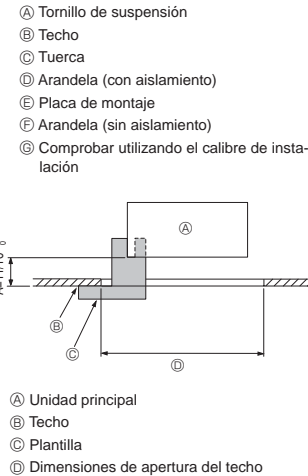

Fig. 2-6
- Asegúrese de que el paso A se realiza en 17-22 mm, 11/16-7/8 pulgada. Si no se respeta este margen, podrían producirse graves daños. (Fig. 2-6)